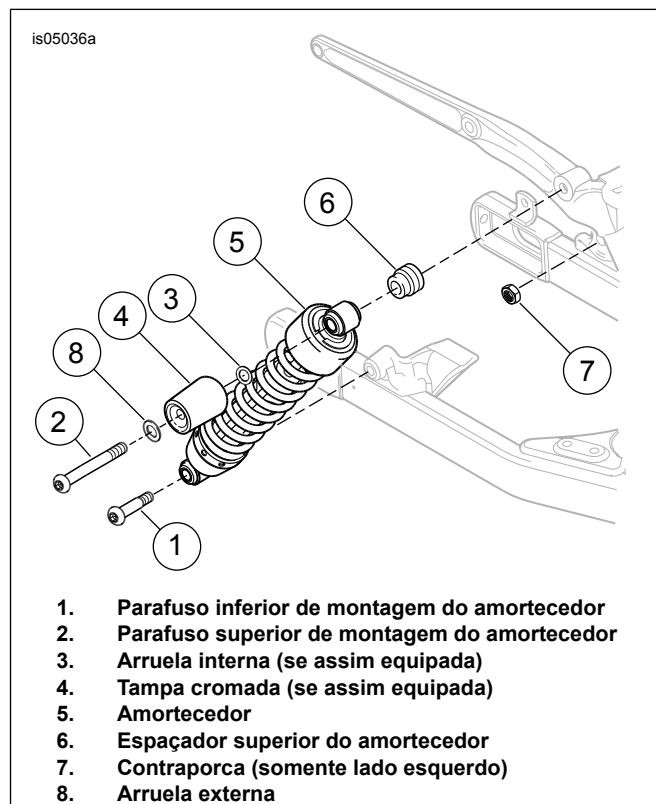

Figura 1. Remoção dos amortecedores originais (modelos anos 2006 e 2007)
1. Veja a Figura 1. Remova o parafuso do suporte inferior do amortecedor (1) e a contraporca (7) (usada somente do lado esquerdo). Guarde a contraporca para a instalação.
2. Remova o parafuso do suporte superior do amortecedor (2), a arruela externa (8), a tampa cromada (4), a arruela interna (3), o amortecedor (5) e o espaçador (6).
3. Descarte as tampas cromadas (se assim equipada) e todas as ferragens, com exceção da contraporca (7).